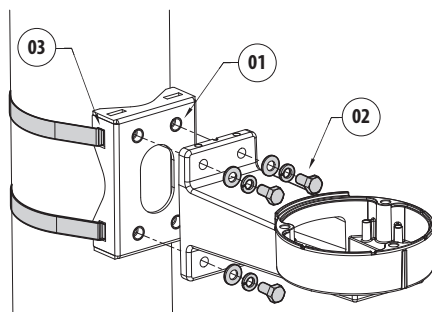
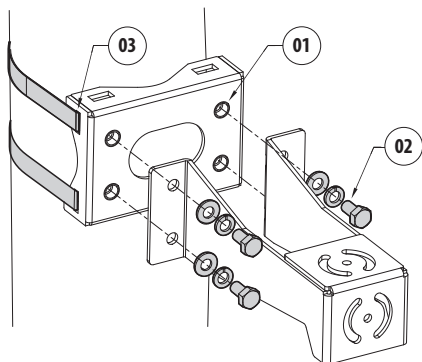

Fig. 2 Fissaggio per UEBW (ULISSE EVO)
Fig. 3 Fissaggio per NVX, NTX
In base al prodotto che si vuole installare, le fascette devono essere applicate utilizzando le apposite sedi (03) (Fig. 2 Fissaggio per UEBW (ULISSE EVO), pagina 2 ed Fig. 3 Fissaggio per NVX, NTX, pagina 3).